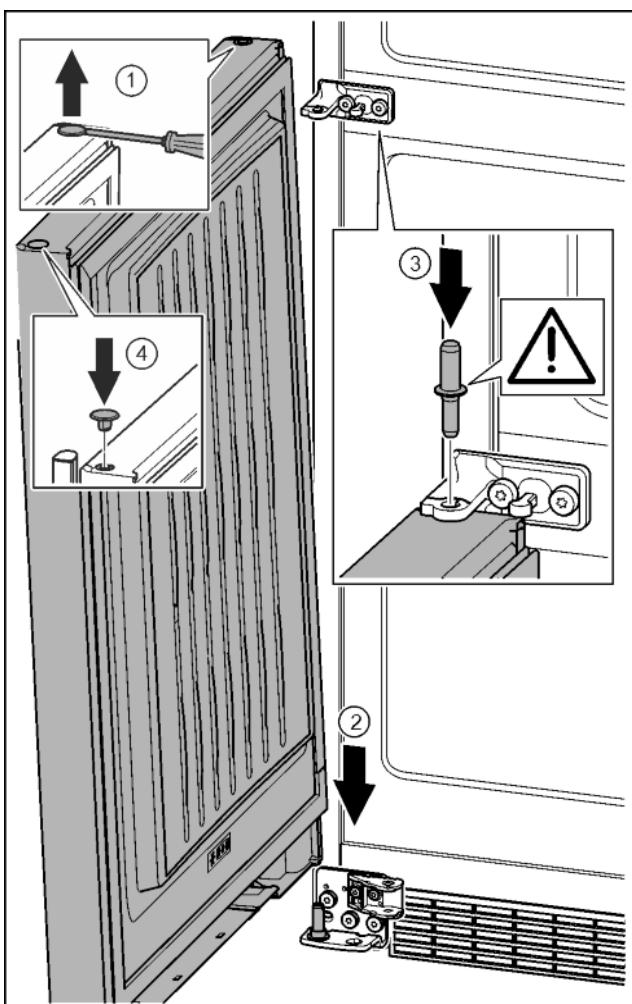

Fig. 35
- Zátku opatrně nadzvedněte plochým šroubovákem a vytáhněte. Fig. 35 (1)
- Dveře nasadte shora na dolní ložiskový čep. Fig. 35 (2)
- Prostřední ložiskový čep vložte do dolních dveří přes prostřední stojan ložiska. Přitom dávejte pozor, aby zajišťovací vačka směrovala dozadu. Fig. 35 (3)
- Zátku opět vložte na druhé straně dveří. Fig. 35 (4)